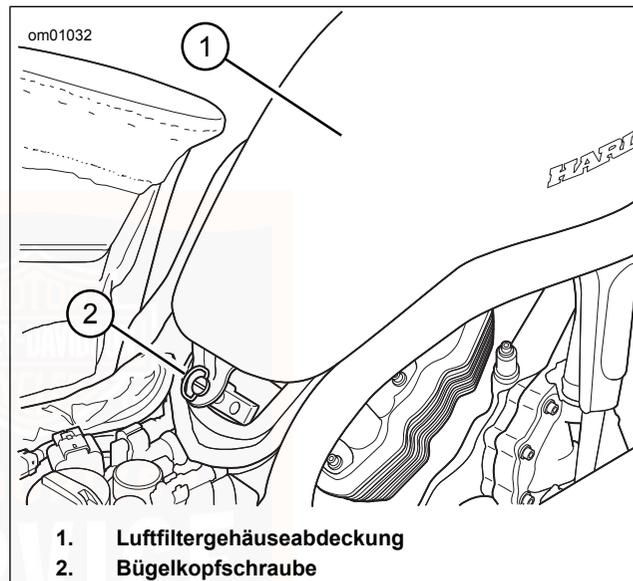

Abbildung 38. Luftfiltergehäuseabdeckung
3. Siehe Abbildung 38. Die Bügelkopfschraube eine 1/4-Umdrehung gegen den Uhrzeigersinn drehen, um die Luftfiltergehäuseabdeckung zu entfernen. Die Luftfiltergehäuseabdeckung aus den vorderen Passöffnungen herausziehen.
12. Siehe Abbildung 38. Die Luftfiltergehäuseabdeckung mit den Passstiften in den Bohrungen an den Rahmencungen positionieren.